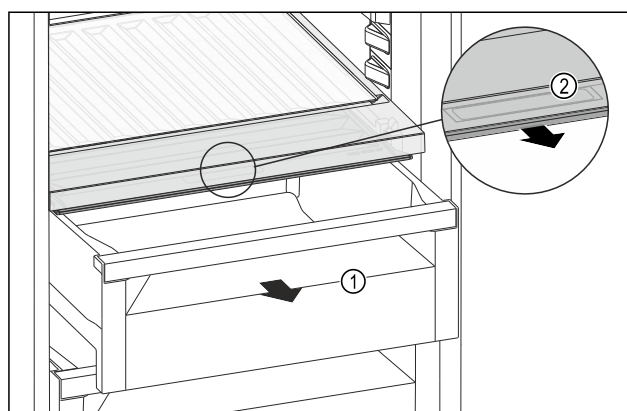

Fig. 109
- Retirer le tiroir Fig. 109 (1).
- Saisir la poignée encastée Fig. 109 (2) du couvercle du compartiment et tirer le couvercle du compartiment par l'avant.